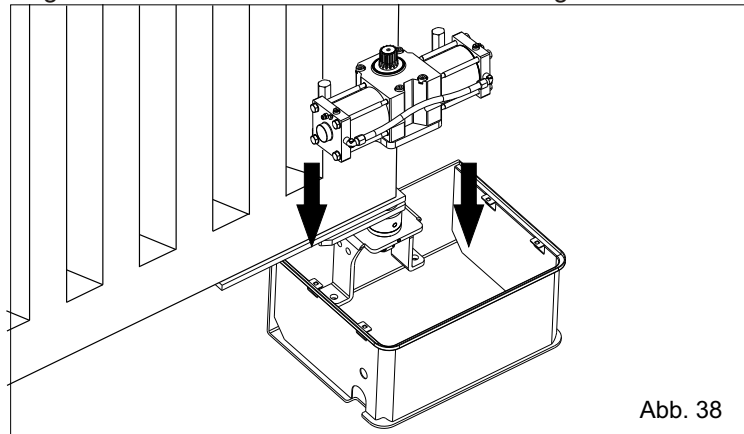
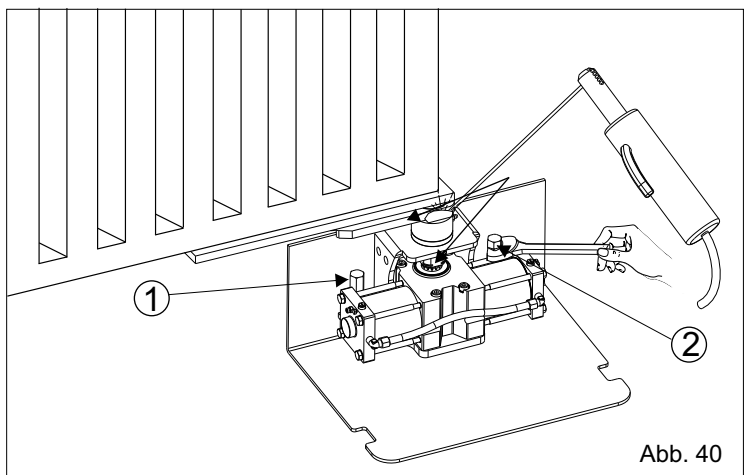

Abb. 38
Abb. 40
12.1. Den Antrieb manuell in das tragende Gehäuse einsetzen (Abb.38), die Keilwelle des Antriebs in die Keilbuchse des Gehäuses einführen und den Antrieb mit den dafür vorgesehenen Schrauben wie in Abb. 40 befestigen.